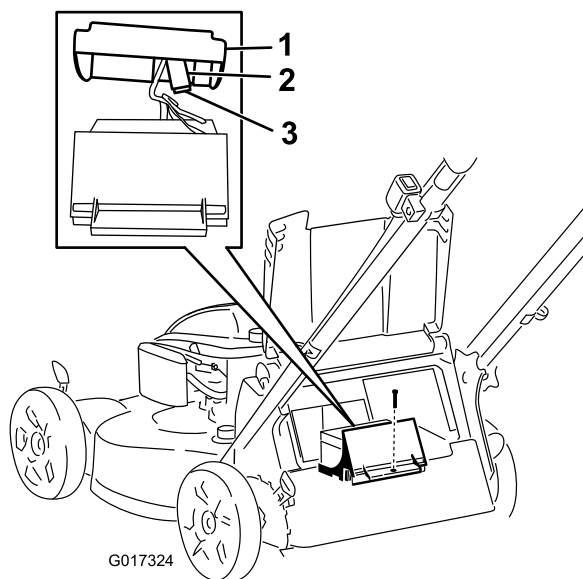

Figure 36
4. Enlevez la vis de fixation du logement de la batterie, sortez la batterie et trouvez le fusible (Figure 36).
5. Remplacez le fusible dans le porte-fusible (Figure 36).